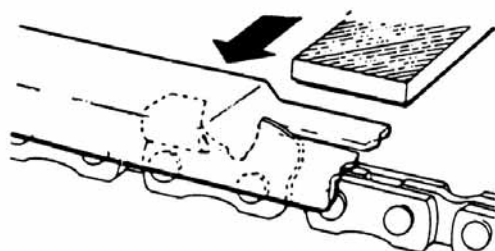

Fig. 4-3
- 3) Anbring dybdemålværktøjet på skær. Hvis dybdemålet rager frem, fil skæret i niveau med toppen af værktøjet. Fil altid fra kædens inderside mod et udvendigt skær. (Fig. 4-3)